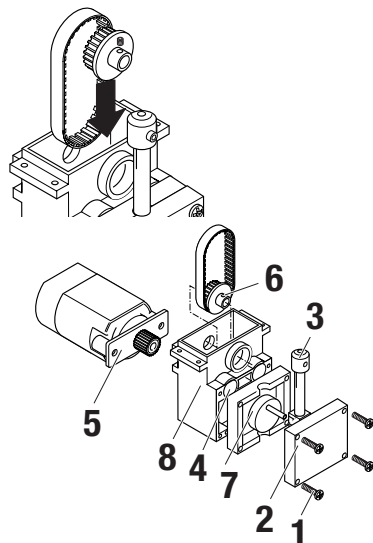

Fig. 10
6. Estrarre le viti **1** (Fig. 10) e staccare la piastra di guida **2** insieme al pistoncino **3**.